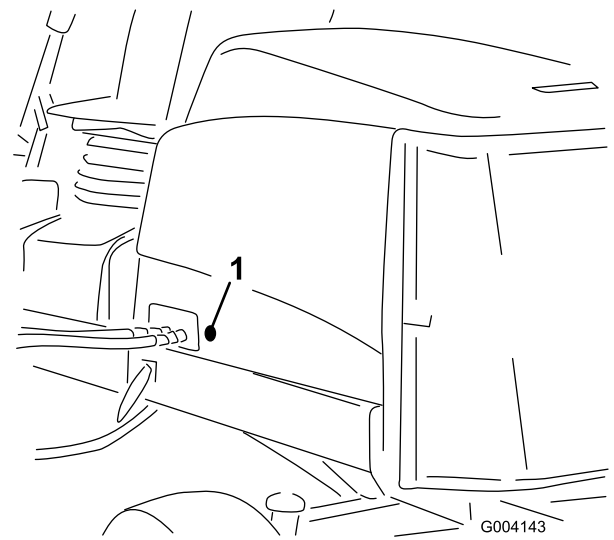

Figura 35
2. Retire el tapón de goma del taladro de lado izquierdo del capó (Figura 35).